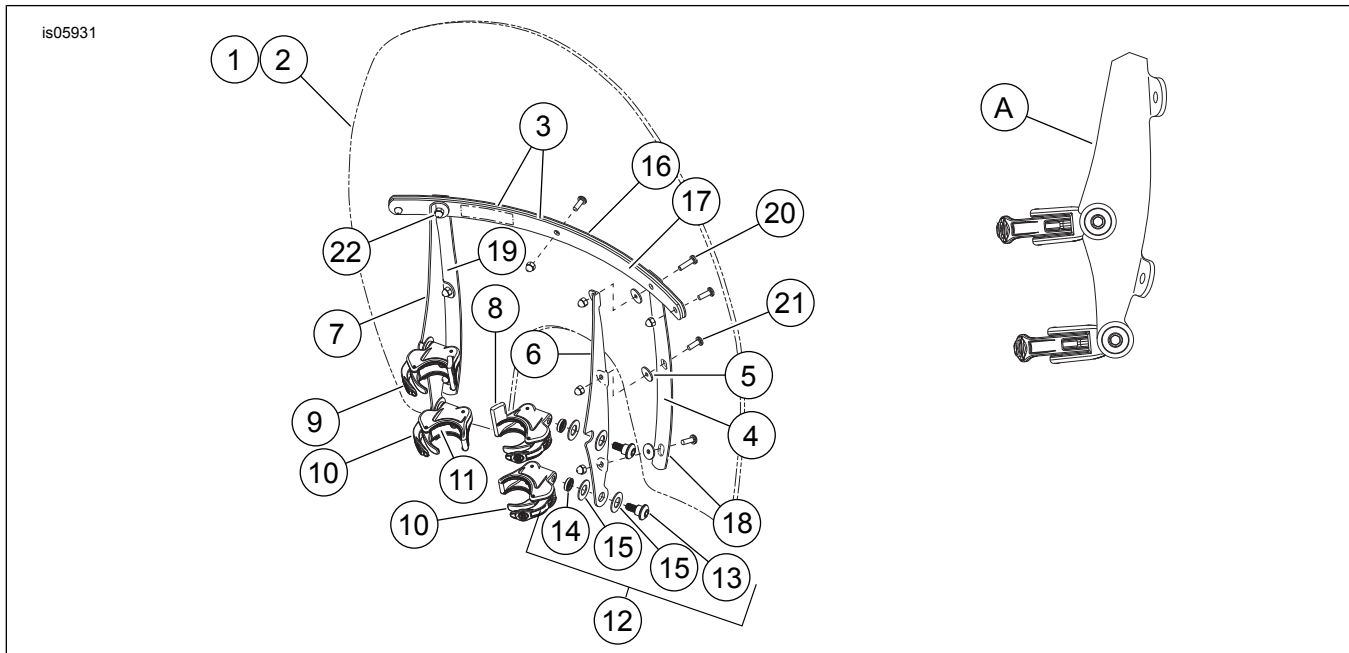

Figura 6. Piezas de servicio: Kits de parabrisas desmontable de liberación rápida
Consulte la Figura 6 y la Tabla 2.
- Consulte la Figura 6 y la Tabla 2. Cambie la ubicación de las señales de giro de acuerdo con las instrucciones incluidas en el kit de reubicación de las señales de giro (23).
- Consulte la Figura 6 y la Tabla 2. Extraiga del empaque los kits de abrazaderas y elementos de sujeción, y separe las piezas similares para preparar el armado. Observe que las abrazaderas inferiores son exactamente iguales y que las abrazaderas superiores izquierda y derecha se pueden identificar por las extensiones que apuntan hacia arriba.